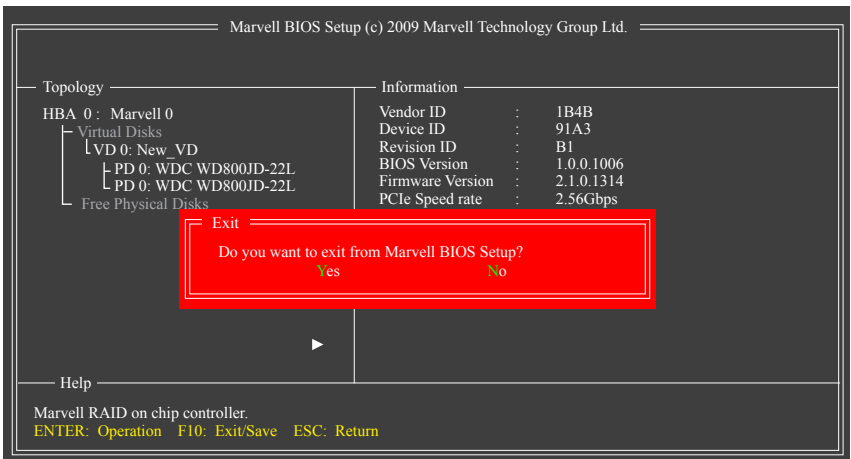

図 7
7. 設定を保存し、終了します。RAID設定を完了した後設定画面を終了する前に、メイン画面で<F10>を必ず押してください。<Y>を押して確認するか、<N>を押してキャンセルします (図 7)。